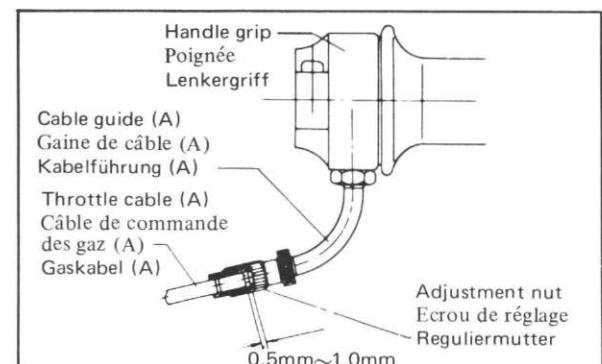

Fig. 2-3-6
- 2) Adjust the throttle cable at the throttle grip so it has proper slack (see Fig. 2-3-6).
- 2) Régler le câble d'accélérateur au niveau de la poignée d'accélérateur, de manière à lui donner le jeu correct (voir Fig. 2-3-6).
- 2) Das Gaskabel ist am Gashebelgriff einzuregulieren bis es die richtige Spannung aufweist (Siehe Abbildung 2-3-6).